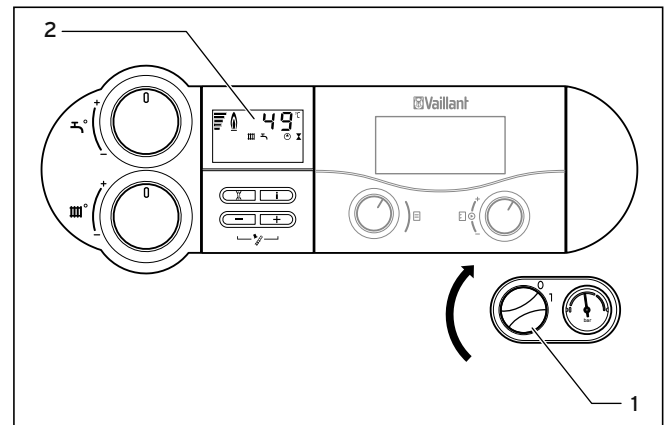

Abb. 4.5 Gerät einschalten
- Kontrollieren Sie bei der Inbetriebnahme den Fülldruck der Anlage am Manometer (1). Für einen einwandfreien Betrieb der Heizungsanlage muss das Manometer (1) bei kalter Anlage in der oberen Hälfte des dunkelgrauen Bereichs stehen (siehe Abb. 4.5). Dies entspricht einem Fülldruck zwischen 1,0 und 2,0 bar. Steht der Zeiger im hellgrau hinterlegten Bereich, muss vor der Inbetriebnahme Wasser nachgefüllt werden (siehe Kap. 4.8.4).